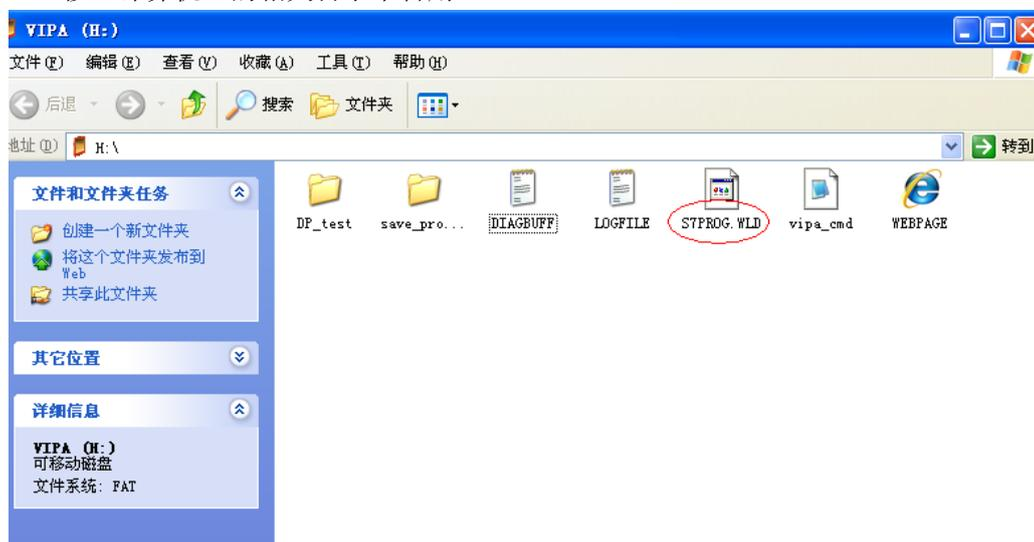

图1
- 4) 用计算机读取MMC卡信息，可以看到卡上形成了四个文件，DIAGBUFF（诊断信息），LOGFILE，S7PROG.WLD(程序)和WEBPAGE（PLC的网页信息）见下图1，将S7PROG.WLD改成小写 s7prog.wld 保存在MMC卡上，其它文件全部清除或可移至计算机上的相关目录中备用。